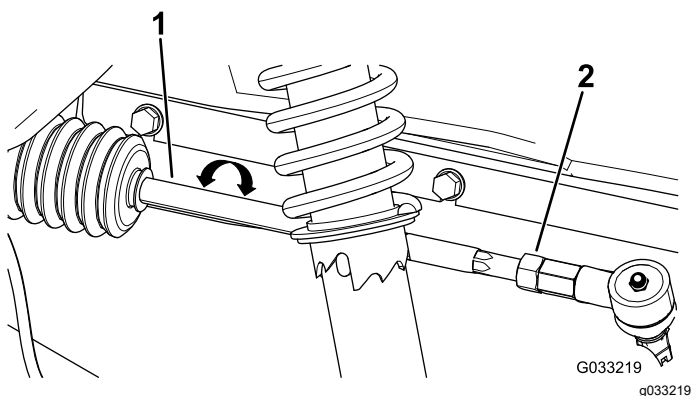

Figure 48
2. Si la mesure n'est pas comprise entre 0 et 6 mm (0 et ¼ po), desserrez les écrous de blocage aux extrémités extérieures des biellettes (**Figure 48**).